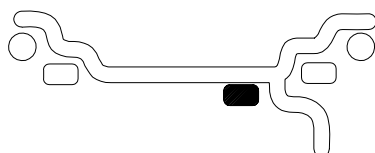

Figure 16
**B. STATIQUE** (simple plan - Figure 16). Suggéré pour jantes étroites (3" ou moins). Utiliser une masse correctrice simple placée au centre de la jante comme illustré à la Figure 16.